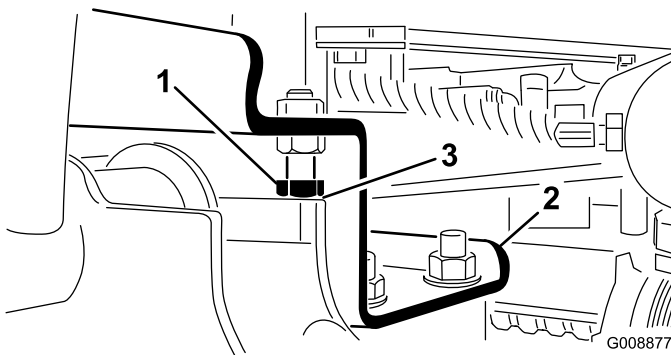

Figura 9
A. Solte os parafusos de bloqueio (Figura 9).
2. Certifique-se de que a folga entre cada braço de elevação e pino de bloqueio é de 0,13 a 1,02 mm (Figura 9). Se a folga não corresponder às medidas recomendadas, ajuste os pinos de fecho até obter a folga necessária.